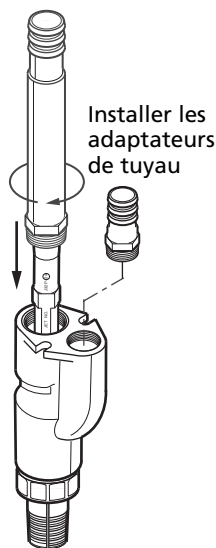

Figure 6
6. Enrouler du ruban au téflon sur un tour et demi du filetage d'extrémité de l'adaptateur. Visser l'adaptateur long (fourni) dans l'orifice de refoulement de l'éjecteur (après l'avoir fait coulisser sur le venturi). Appliquer du ruban au téflon sur le filetage d'un adaptateur court (non fourni, à se procurer localement) et installer cet adaptateur dans l'orifice d'entraînement (voir Figure 6). Les adaptateurs doivent être bien serrés, car si l'ensemble fuit, la pompe ne soulèvera pas l'eau du puits.